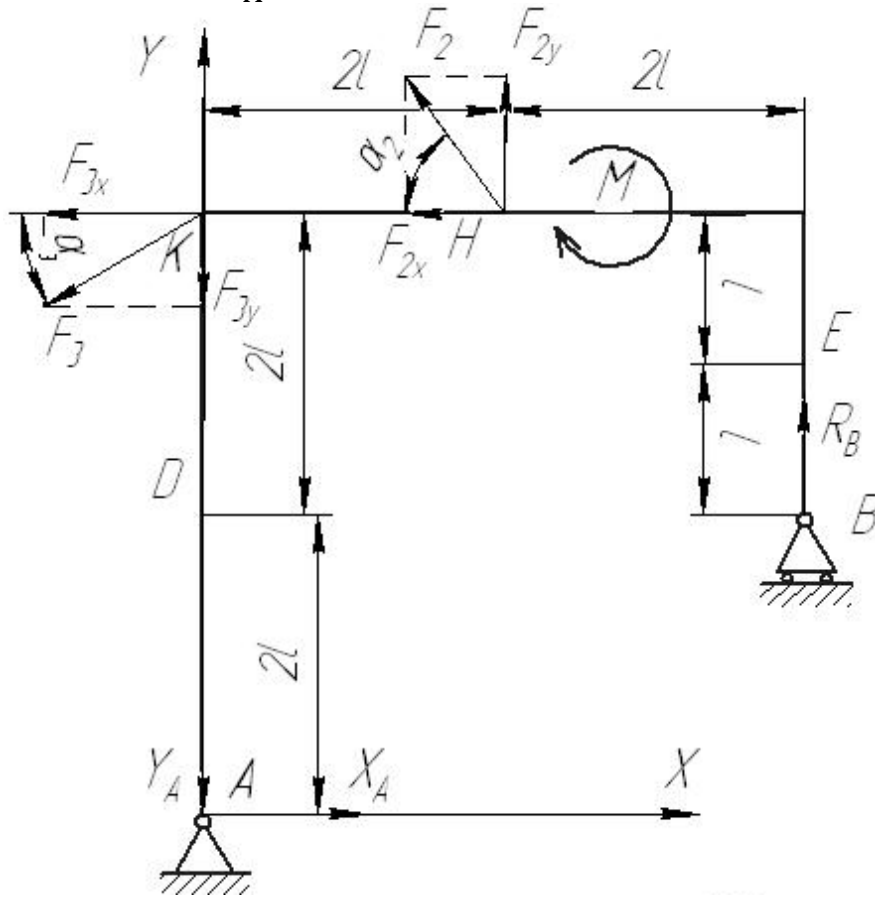

Рис. 3.1 Расчетная схема для определения реакций связей плоской рамы
1) Рассмотрим расчетную схему (см. рисунок 3.1). Расставим реакции связей: в точке  $A$  две реакции  $X_A$  и  $Y_A$ , в точке  $B$  – реакция направлена вдоль стержня  $R_B$ .